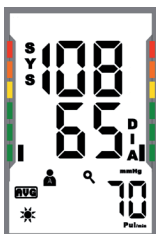

Fig. 8b
- Appuyer sur la „Marche / Arrêt START“ nouveau sur le bouton, vous pouvez voir dans les mesures de la matinée, les valeurs moyennes. Ceci est indiqué par un petit soleil à l'écran. (s. Fig. 8b).